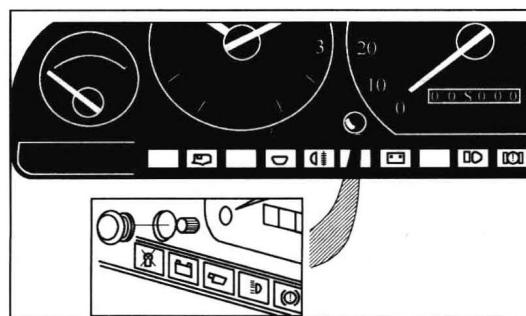

图 1-1 复位按钮
(1) 拆下靠近里程表左侧的橡胶索环，图 1-1 所示为复位按钮。
(2) 用螺钉旋具按下复位按钮。